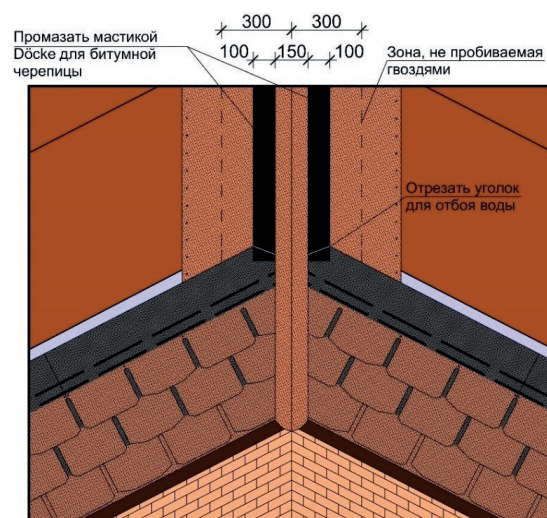

Рис. 26. Выполнение открытой эндовы.
8.2.18 Если на крыше предусмотрена ендова, то монтаж битумной черепицы Döcke начинается от неё с целого гонта. При отделке ендовы гонты необходимо подрезать так, чтобы они не доходили до оси ендовы 50–75 мм. У крайних гонтов со стороны ендовы необходимо отрезать уголок для отбоя воды и промазать мастикой Döcke для гибкой черепицы полосой 100 мм. Мастику необходимо наносить шпателем, толщиной слоя не более 0,5 мм. Большой расход мастики приводит к её вытеканию и появлению вздутий на черепице. Зона, не пробиваемая гвоздями до оси ендовы, должна быть не менее 300 мм. Схема выполнения открытой ендовы приведена на рис. 26.